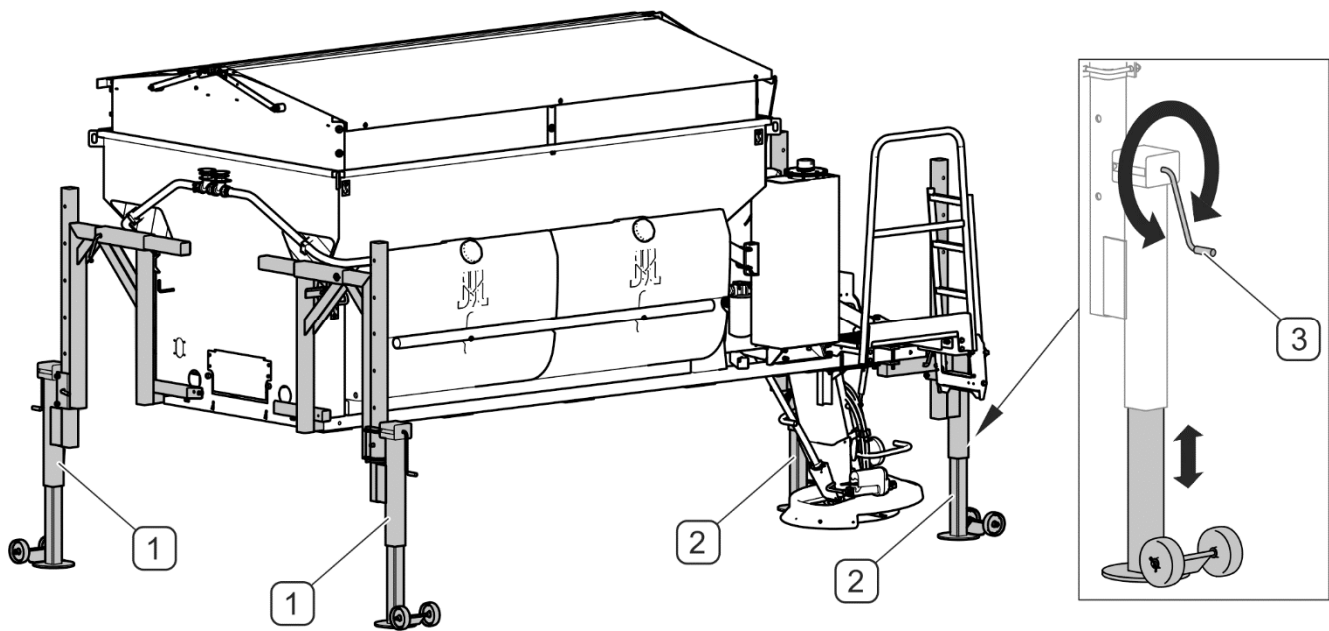

РИСУНОК 4.5 Стояночные опоры (опция)
(1) - передняя опора; (2) - задняя опора; (3) - механизм регулировки высоты
Если разбрасыватель песка имеет регулируемые стояночные опоры (РИСУНОК 4.5), то их необходимо соответственно отрегулировать в соответствии с высотой платформы транспортного средства, используя для регулировки кривошипный механизм (3).
- Поставить машину на платформу базового транспортного средства, поднимая по очереди вверх стояночные опоры при помощи механизма регулировки высоты (3) (РИСУНОК 4.5).